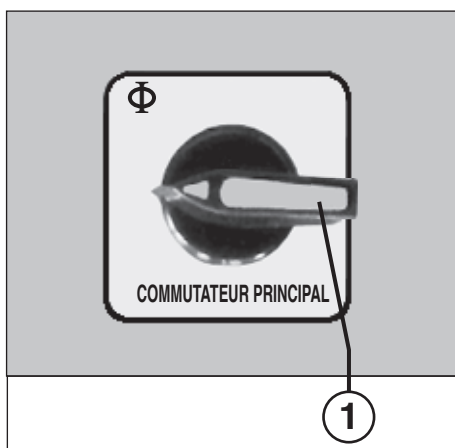

Fig. 1
ÉLÉMENTS DE COMMANDE (Fig. 1, 2 et 3):
- 1 = Commutateur principal (arrêt d'urgence) (fig. 1)**
Mettez-la en circuit à l'aide du commutateur principal (1) (fig. 1).